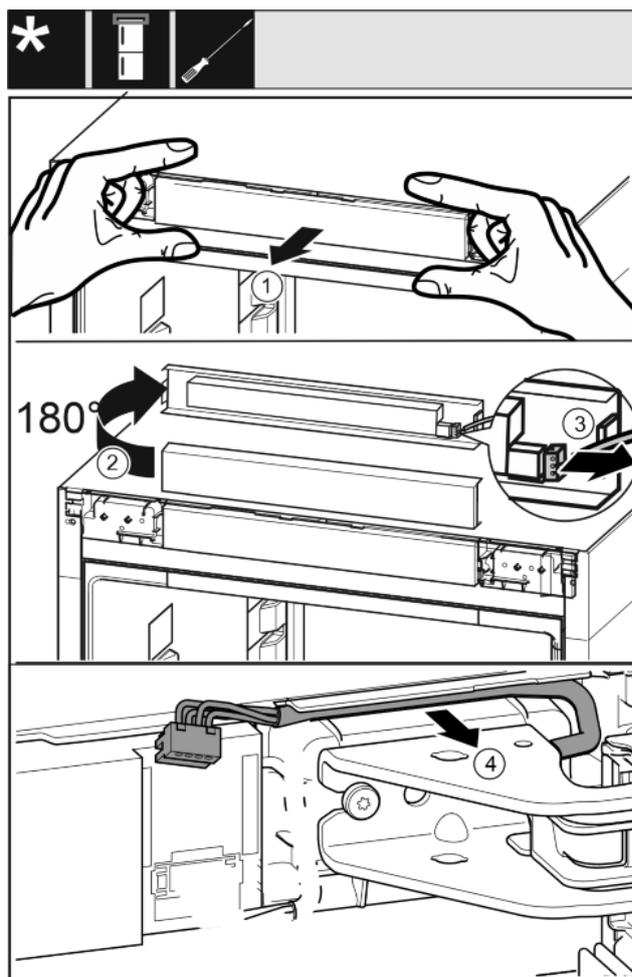

Fig. 15
- ▶ Libérer soigneusement le panneau de commande de l'appareil vers l'avant. *Fig. 15 (1)*
- ▶ Faire tourner le panneau de commande vers le haut de 180°. *Fig. 15 (2)*
- ▶ Tirer l'ergot vers l'arrière et retirer soigneusement la prise. *Fig. 15 (3)*
- ▶ Sortir délicatement du guide le câble au-dessus du support de palier. *Fig. 15 (4)*